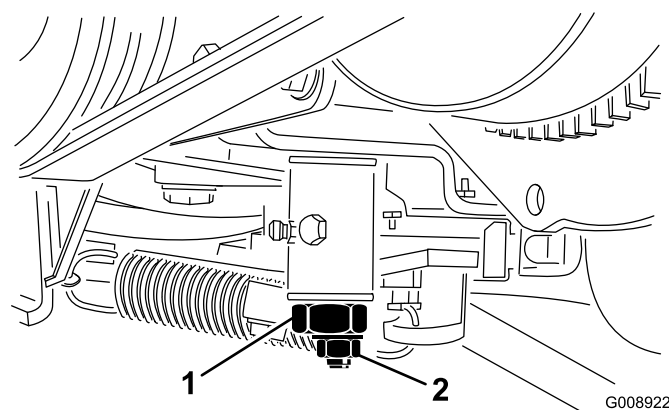

Figura 48
2. Desaperte o dispositivo de ligação do cabo do regulador na alavanca da bomba de injeção (Figura 48).